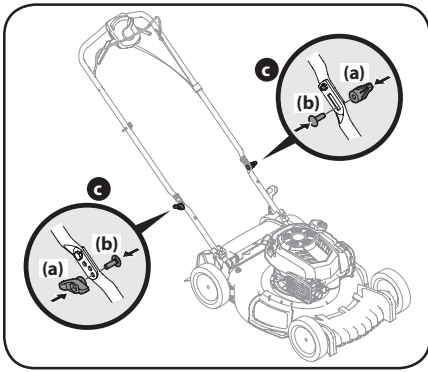

Figura 2-11
- Cuando no está en uso, puede sujetar la tolva de descarga lateral a la manija como se muestra en la Figura 2-11.